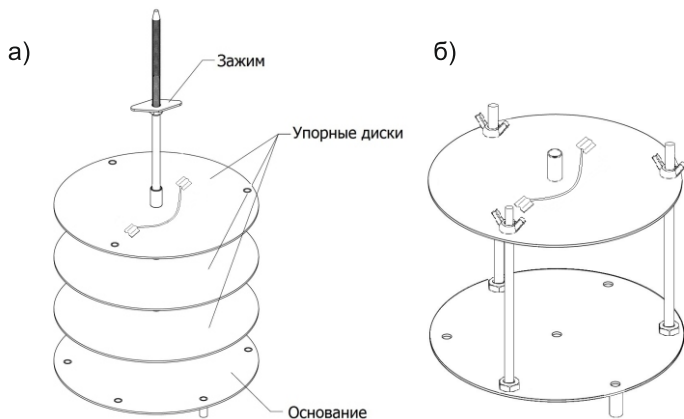

Рисунок 1.
- 1-ый вариант с центральной осью (рис. 1, а), предназначен для банок маленькой ёмкостью: 0,5; 0,7 и 1 л.;
- 2-ой вариант с тремя шпильками (рис. 1, б) - для банок большой ёмкостью: 1,5; 2 и 3 л.